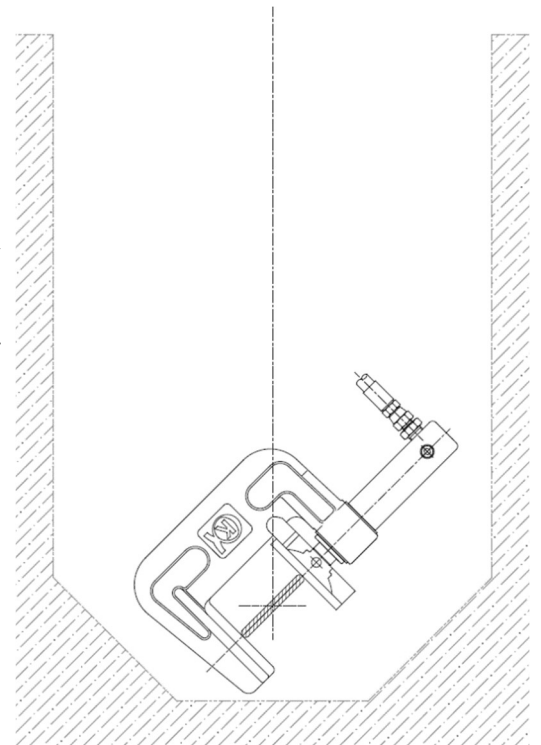

図. C-2
3. 管を圧着部に対して垂直にして、管の中心と、シリンダー中心が一致する位置に合わせます。(図. C-2)